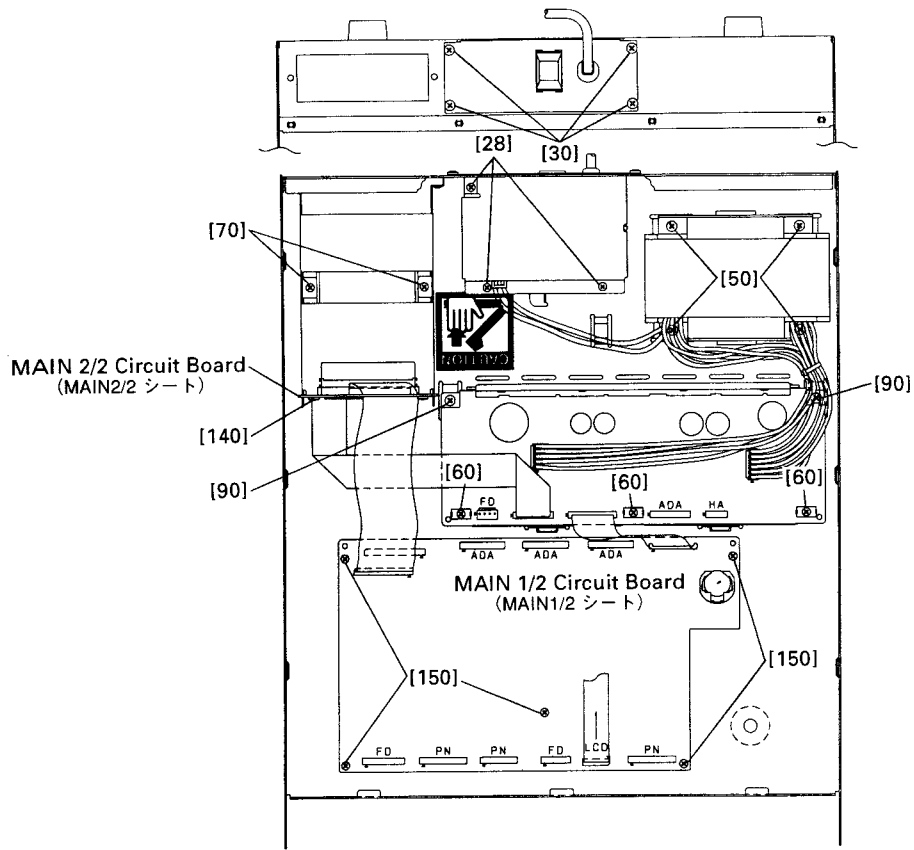

Fig.12 (図12)
- 7-2 Remove the two (2) screws marked [70]. (Fig. 12)
- 7-3 Remove the two (2) screws marked [140]. (Fig. 12)
- 7-4 Open the option I/O angle a little widely. The main 2/2 circuit board can then be removed. (Fig. 12)
- 8-2 Remove the five (5) screws marked [150]. The main 1/2 circuit board can then be removed. (Fig. 12)
- 9-2 Remove the two (2) screws marked [90] and three (3) screws marked [60]. The DC circuit board can then be removed. (Fig. 12)
- 10-2 Remove the three (3) screws marked [28]. The shield cover can then be removed. (Fig. 12)
- 11-2 Remove the four (4) screws marked [50]. The power transformer can then be removed. (Fig. 12)
- 7-2 OPTION I/O アングルを止めている[70]のネジ 2 本を外します。(図 12)
- 7-3 MAIN2/2 シートを止めている[140]のネジ 2 本を外します。(図 12)
- 7-4 アングルを少し広げるようにして MAIN2/2 シートを外します。(図 12)
- 8-2 MAIN1/2 シートの[150]のネジ 5 本を外し、MAIN1/2 シートを外します。(図 12)
- 9-2 [90]のネジ 2 本、[60]のネジ 3 本を外し、DC シートを外します。(図 12)
- 10-2 [28]のネジ 3 本を外し、シールドを外します。(図 12)
- 11-2 [50]のネジ 4 本を外し、電源トランスを外します。(図 12)